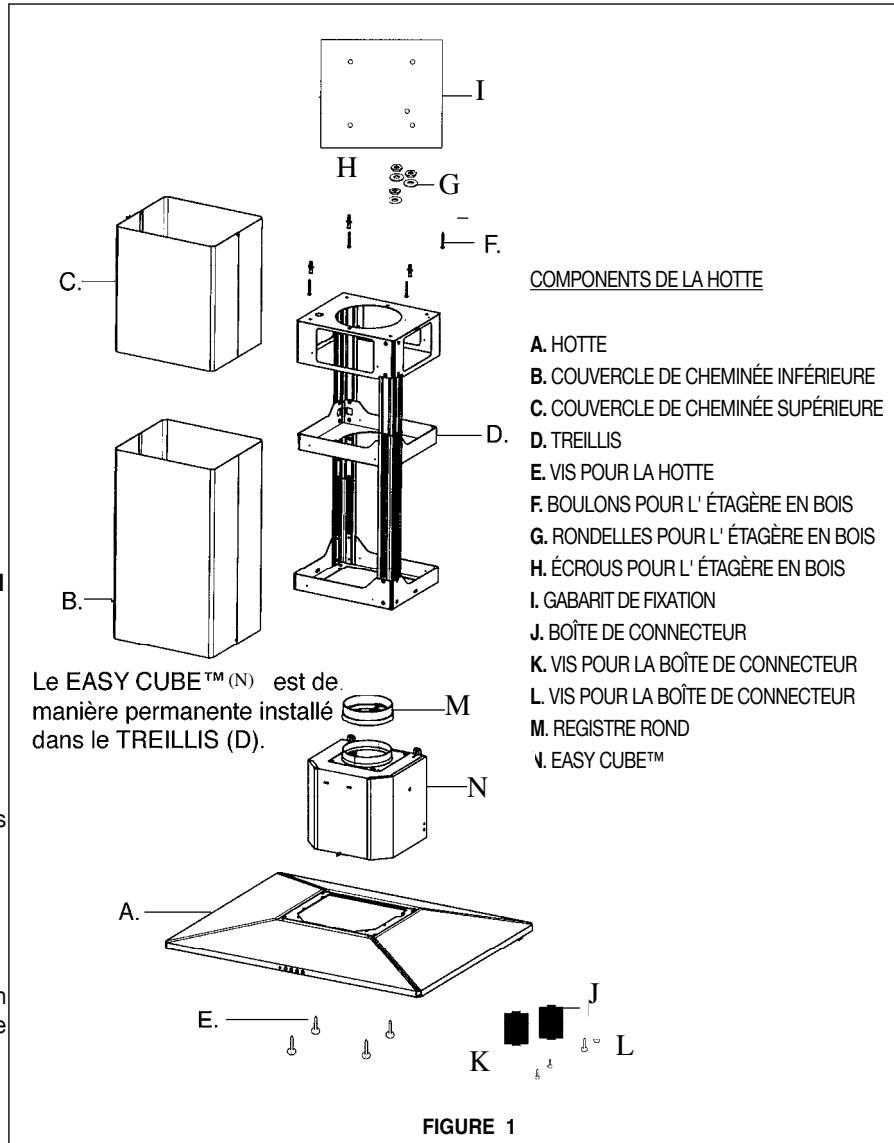

FIGURE 1
Séparer le COUVERCLE CHEMINÉE SUPÉRIEURE (C de la FIGURE 1) et le COUVERCLE CHEMINÉE INFÉRIEUR (B de la FIGURE 1) du TREILIS (D de la FIGURE 1) en dévissant les quatre vis.
La hotte se fixe au plafond à l'aide d'un support métallique (D de la FIGURE 1). Ce support doit être fixé au plafond avant que la hotte ne soit installée au support. Puisque cette structure supporte le poids de la hotte, elle doit être fixée fermement au plafond.
POUR LES PLAFONDS EN PLÂTRE OU EN PANNEAUX MURAUX SECS - Si possible, le support doit être fixé aux solives du plafond, sinon, une structure supportante doit être érigée derrière le panneau mural sec. POUR L'ÉTAGÈRE EN BOIS - Utiliser F, G, & H de la FIGURE 1.
7. Pour installations avec conduit, placer le REGISTRE ROND (**N** de la FIGURE 1) dans l'ouverture d'échappement de la hotte et appuyer fortement sur le registre.
2. Brancher le conduit sur le REGISTRE ROND (**M** de la **FIGURE 1**) et sceller toutes les connexions avec du ruban à conduit.
Installations sans conduit requièrent le **Kit Pour Conversion Du Conduit** (**FIGURE 12**). N'utilisez pas le REGISTRE ROND (**M** de la **FIGURE 1**) pour les installations sans conduit. Jeter le COUVERCLE CHEMINÉE INFÉRIEURE (**B** de la **FIGURE 1**) et replacer avec le couvercle de cheminée inférieure avec trous d'échappement d'air dans le **Kit Pour Conversion Du Conduit** (**D** de la **FIGURE 12**).